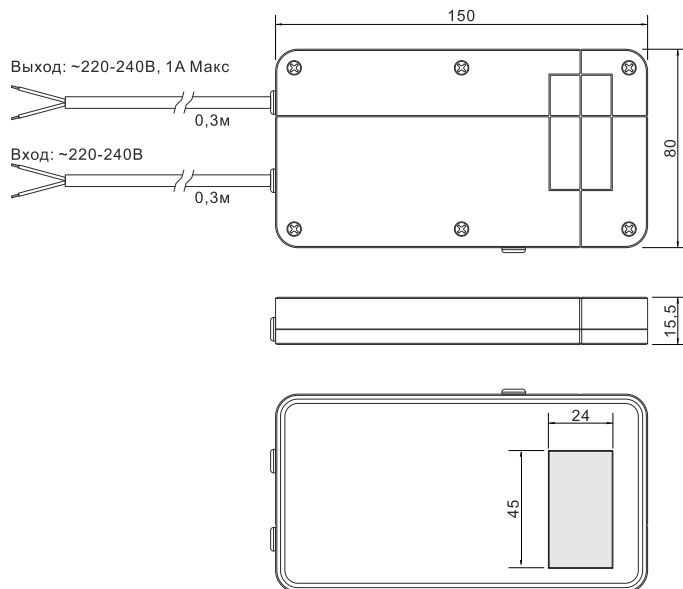

Рис.1
- Сенсорный выключатель имеет степень защиты от воздействия окружающей среды IP44 и может устанавливаться на зеркала в допустимых зонах в ванной комнате и на кухне. Внешний вид и размеры сенсорного выключателя указаны на Рис.1.